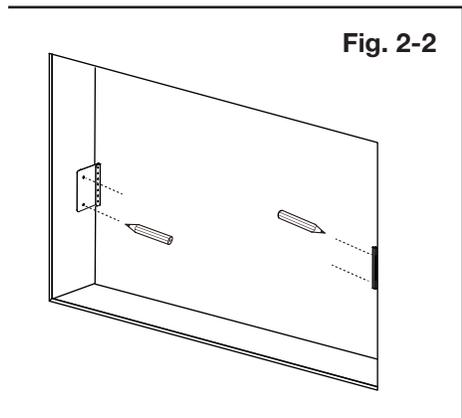

Fig. 2-2
- E. Marquez les trous pour le support de montage. Assurez-vous que les trous marqués sont sur les côtés opposés, car les supports ne peuvent pas être montés du même côté (**Fig. 2-2**).